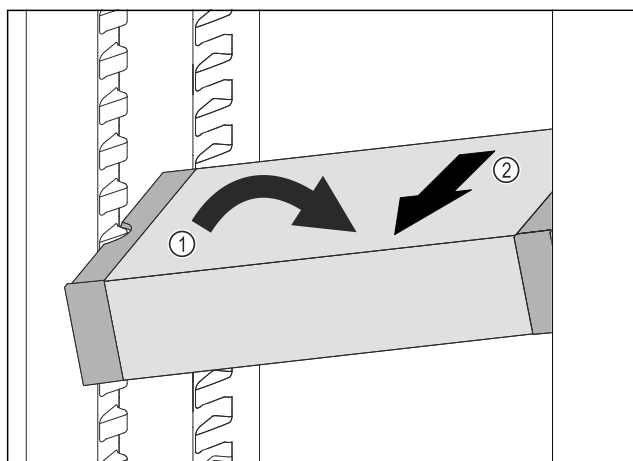

Fig. 223
- Impostare il vano frigorifero di VarioSafe ad angolo. Fig. 223 (1)
- Rimuovere VarioSafe tirando in avanti. Fig. 223 (2)